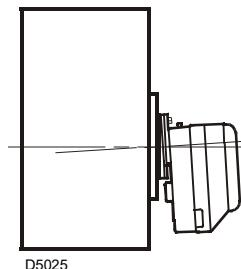

Fig. 8
- Fijar en la puerta de la caldera 3) la brida 1) con los tornillos 5) y (si es necesario) las tuercas 2) interponiendo la junta aislante 4), (véase Fig. 8).
Después de la instalación, controlar que el quemador esté ligeramente inclinado como se indica en la Fig. 8.